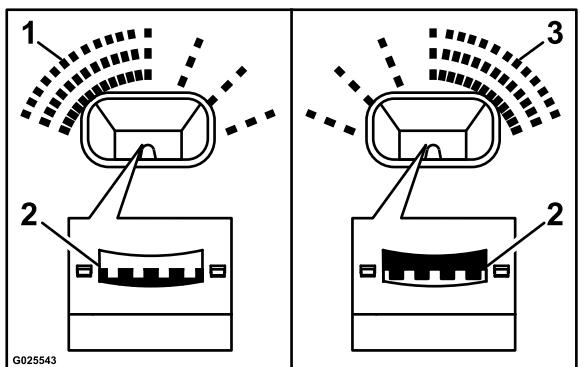
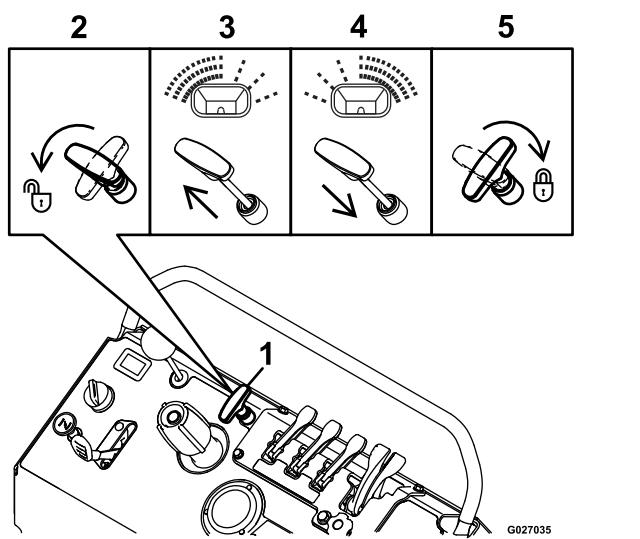

Figura 31
Figura 32
Si el esparcidor distribuye el material de forma desigual de un lado a otro – demasiado cargado/ligero en un lado (ver Figura 31 y Figura 32) – ajuste el patrón de esparcido.
1. Desbloquee el control del patrón de esparcido girando la maneta 90° en sentido antihorario, según se muestra en la Figura 32, 2.
- Si se esparce demasiado material en el lado izquierdo de la máquina, tire del control del patrón de esparcido un poco hacia arriba; consulte Figura 32, 3.
- Si se esparce demasiado material en el lado derecho de la máquina, presione control del patrón de esparcido un poco hacia abajo; consulte la Figura 32, 4.
3. Bloquee el control del patrón de esparcido girando la maneta 90° en sentido horario; consulte la Figura 32, 5.